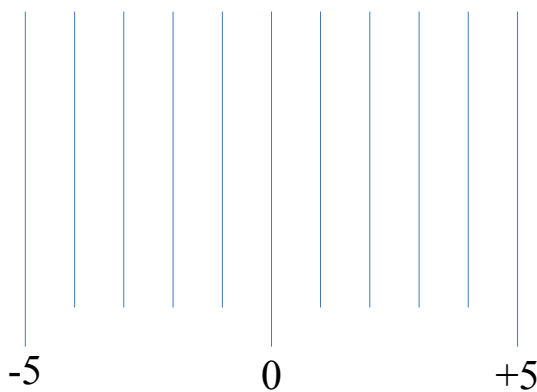

图 4
5. 在完成基本要求部分工作时，需在平板上铺设一张如图 4 所示画有一组间距为 1 cm 平行线的打印纸（ $10\text{ cm} \times 6\text{ cm}$ ），平行线与电机转轴平行。